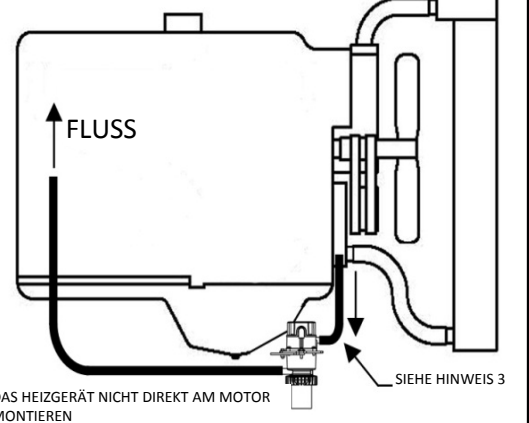

Abbildung 1
2. Das Vorwärmesystem wie in Abbildung 1 mit der Pumpe am unteren Ende und dem Netzkabelanschluss am oberen Ende montieren. Das Vorwärmesystem so niedrig wie möglich am Motorrahmen oder an anderer passender Stelle befestigen. Es sollte sich unter dem Tiefststand des Motorenwassermantels befinden. Der Einlass des Vorwärmesystems muss sich unterhalb des Punktes befinden, an dem das Kühlmittel aus dem Motor austritt.
Das Vorwärmesystem kann nur ordnungsgemäß funktionieren, wenn es vertikal wie in Abbildung 1 angebracht ist.
Die Zuleitung muss waagrecht oder in einem absteigenden Winkel vom Motor zum Vorwärmesystem verbleiben, damit Luftpneinschlüsse verhindert werden. Der Kühlmittelcontainer muss sich so nah wie möglich direkt oberhalb des Vorwärmesystems befinden. Siehe Abbildung 1. Dies verbessert die Luftentleerung der Heizung bei Inbetriebnahme und stellt sicher, dass die Zufuhr von Kühlmittel an die Heizung stets gesichert ist.